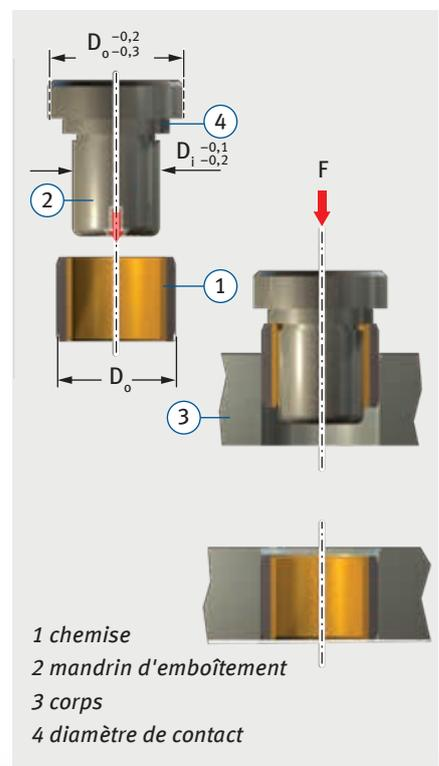

Fig. 3 : emboîtement noyé $D_o \geq 55$ mm
- emboîtement noyé avec mandrin, sans bague auxiliaire, Fig. 3